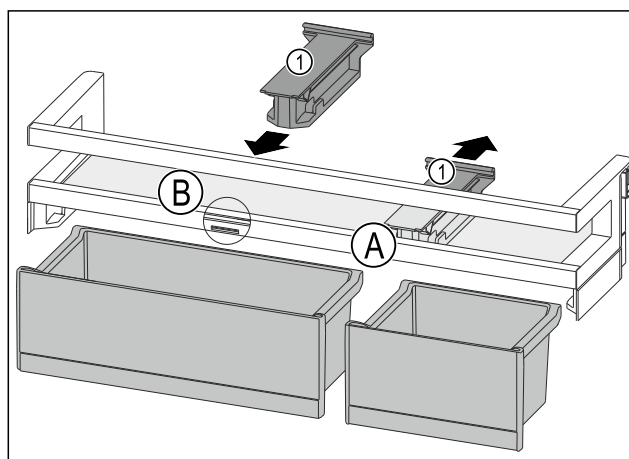

Fig. 127
- ▶ Pridržni dio Fig. 127 (1) u položaju Fig. 127 (A) skinite prema natrag.
- ▶ Pridržni dio Fig. 127 (1) umetnite u položaj Fig. 127 (B).